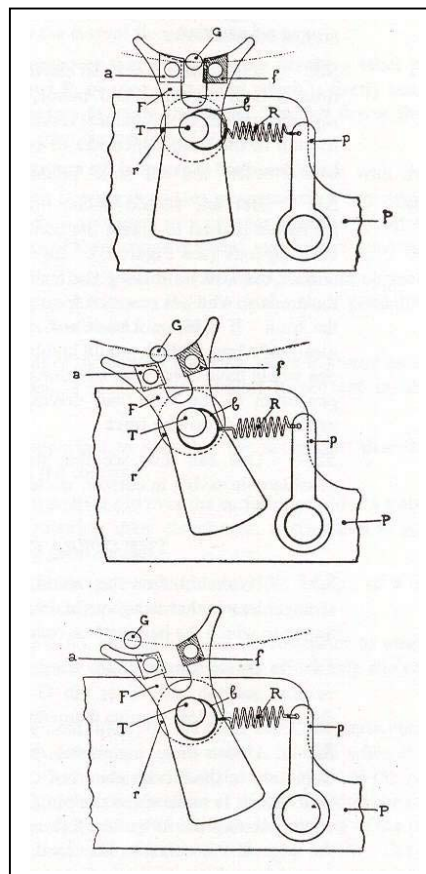

Bild 5
Der Kontakt ist eine recht komplexe Angelegenheit. Während der Linksschwingung gelang der Silberstift des Pendels gegen das Kunststoffplättchen. Der Stromkreis bleibt offen. Schwingt das Pendel anders herum, so gelangt der Silberstift gegen das Silberplättchen an der Ankerwabel. Da der Anker nur mit einem hohen Übergangswiderstand (Öl an der Ankerwelle) mit dem Werkgestell verbunden ist, gibt es eine Silberfeder, welche die Ankerwelle mit dem Werkgestell leitend verbindet. Bild 5 zeigt diese Anordnung.
- Der Kontaktstift muss zu $\frac{3}{4}$ in die Gabel eingreifen, siehe Bild 5 oben. Greift er zu tief ein, prellt die Uhr, weil der Kontakt zu lange geschlossen ist. Ist er zu seicht, reicht die Pendelschwingung nicht.
- Die Silberfeder, die den Kontakt des Ankers mit dem Werkgestell herstellt, muss sich mit ihrer großen Öse in der Nut des Ankers abrollen, siehe Bild 5 oben, in der Mitte und unten. Dort ist das Abrollen gut zu sehen.